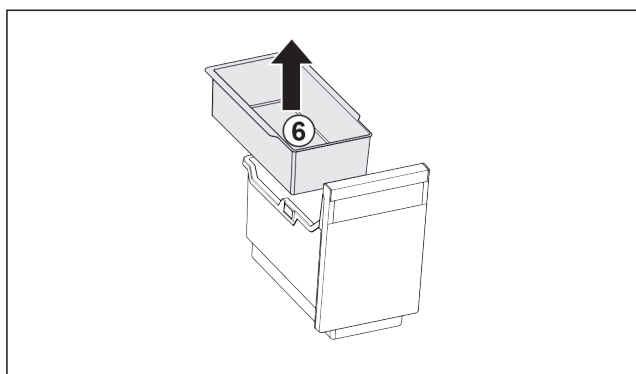

Fig. 139
- Vyjměte závěsnou misku Fig. 139 (6).